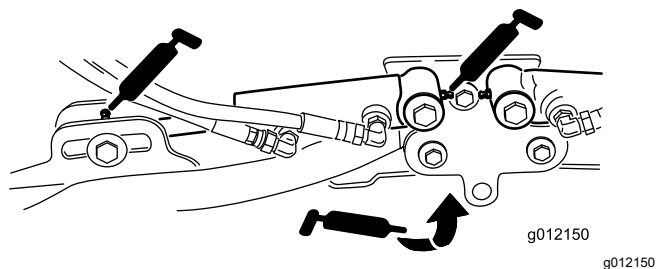

Figura 108
- Cilindros del brazo de elevación de la unidad de corte (2 en cada) (Figura 108)
- Pivotes del brazo de elevación (1 en cada) (Figura 108)